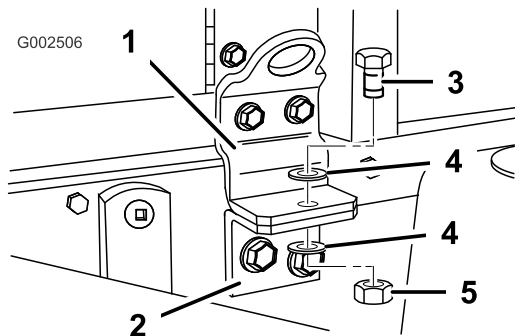

Figure 5
3. Retirez les boulons de sécurité à l'avant du patin (Figure 5).